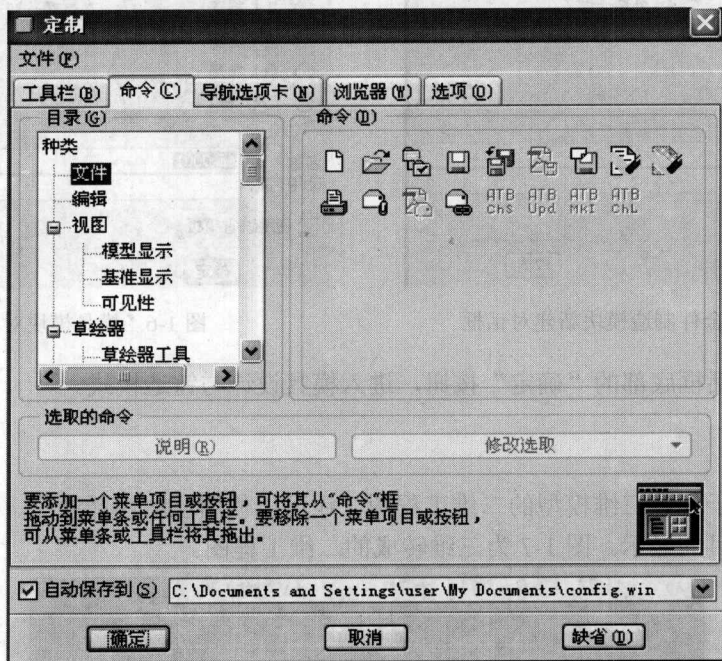
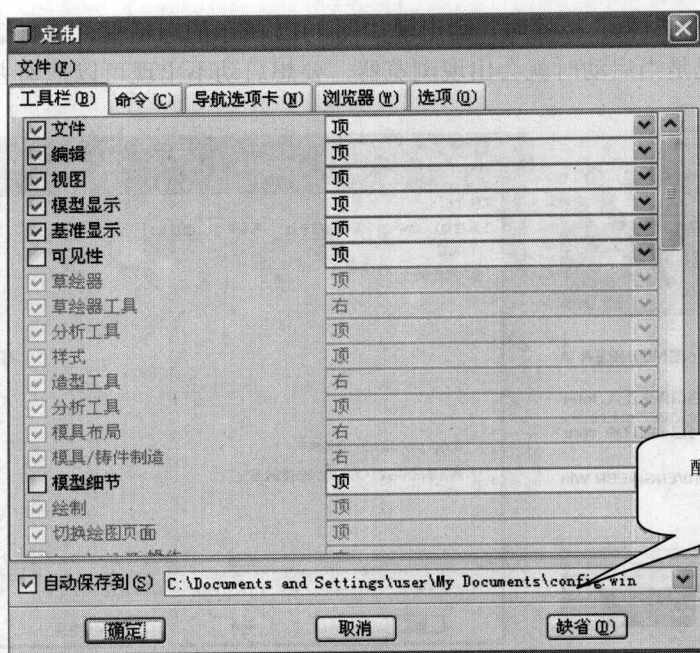

图 1-9 定制对话框
图 1-10 定制对话框
(1) 选择“命令”标签，系统将显示如图 1-9 所示的对话框，它是默认状态，可以从中添加选项或按钮。操作是选择所需要的命令，按住鼠标左键不放将图标拉到屏幕的上方。
(2) 在图 1-9 中单击“工具栏”标签，出现如图 1-10 所示的窗口。该窗口列表的左边显示了要更改的名称，右边有下拉列表，其中有顶、左和右 3 个选项，它们都是相对于图形窗口的。当选择后，单击“确定”按钮，完成设置。